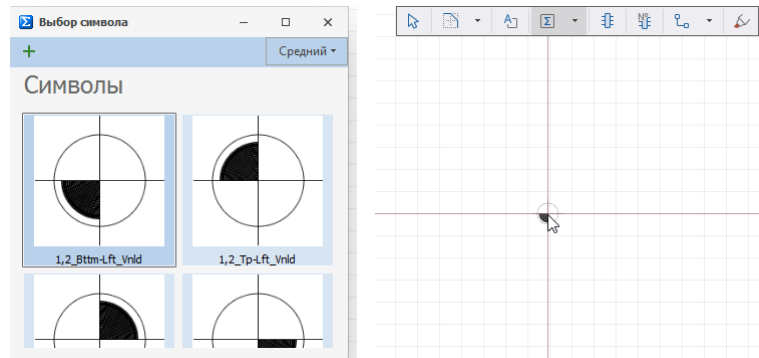

Рис. 349 Выбор символа из списка системных
2. В отобразившемся окне «Выбор символа» выберите один из представленных символов двойным кликом, Рис. 349. Окно выбора символа будет закрыто, а символ прикреплен к курсору мыши для дальнейшего размещения.